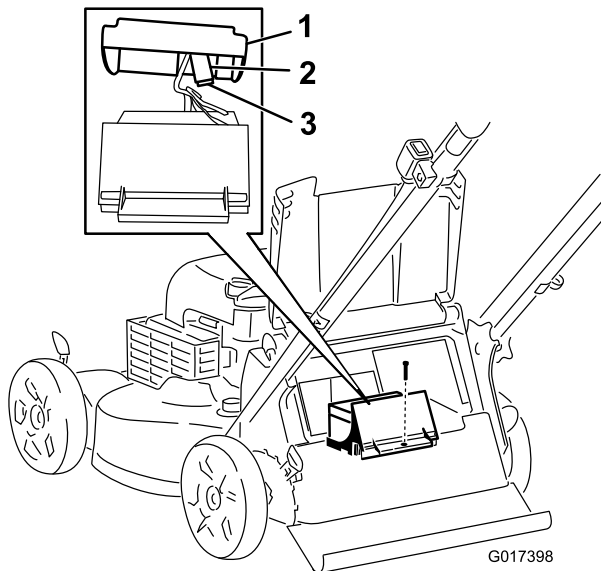

Рисунок 26
- Снимите крепежный винт аккумуляторного отсека, выньте аккумулятор и найдите предохранитель (Рисунок 26).
- Замените плавкий предохранитель в держателе (Рисунок 26).